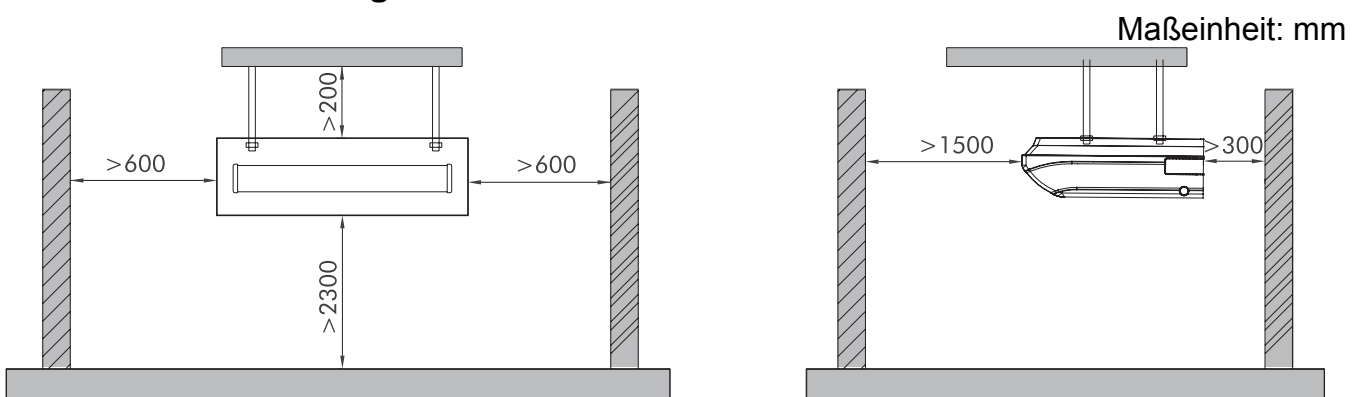

Abb. 2
3. Lassen Sie freien Platz rings um das Gerät, wie im Bild 2 dargestellt.